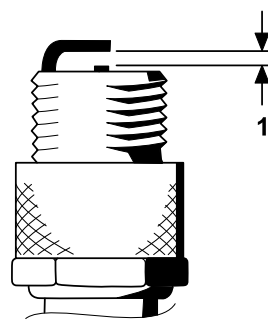

図 41
4. 図 41 のように、電極間のエアギャップを 0.76 mm に調整する。